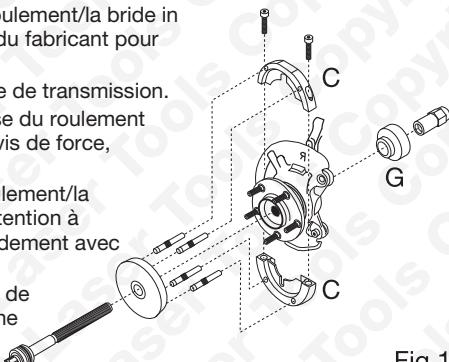
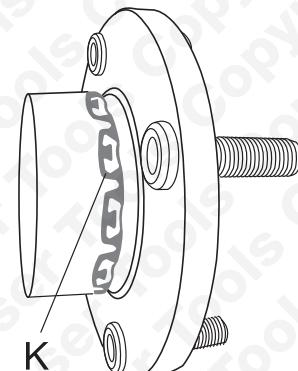

Fig 1
Fig 4
- Assemblez les demi-colliers de dépose (C) sur le roulement/la bride ; reportez-vous à l'illustration (Fig. 1). Faites attention à aligner les encoches avec le capteur ABS. Fixez solidement avec les vis de fixation (D) fournies.
- Montez les quatre broches de force (E) sur la plaque de pression (B). Le joint torique caoutchouc sur la broche de force va l'immobiliser dans la cavité de la plaque de pression.
- Par l'arrière, mettez en place l'adaptateur d'extraction (G) au-dessus de l'extrémité de la vis de force. L'extrémité à bague vers la vis de force — reportez-vous à la fig. 1
- Fixez l'outil assemblé avec l'écrou de la vis de force (F). La longue extrémité filetée de l'écrou de la vis de force mis vers la vis de force — reportez-vous à la fig. 1.
- Pour faire entrer le nouveau roulement/la nouvelle bride, maintenez l'écrou de pression (F) fermement avec une clé de 30 mm, tout en tournant la vis de force avec une douille de 22 mm et une poignée articulée ou une poignée à cliquet longue. (n'utilisez pas d'outils pneumatiques).
- Faites tourner la vis de force jusqu'à ce que le roulement/la bride soit bien à fond. Après montage, assurez-vous que les tenons de la bague de fixation cannelée K sont correctement en place dans la rainure de retenue. Voir la fig. 4
- Pour retirer le roulement/la bride, maintenez l'écrou de pression (F) fermement avec une clé de 30 mm tout en tournant la vis de force avec une douille de 22 mm et une poignée articulée ou une poignée à cliquet longue. (n'utilisez pas d'outils pneumatiques)